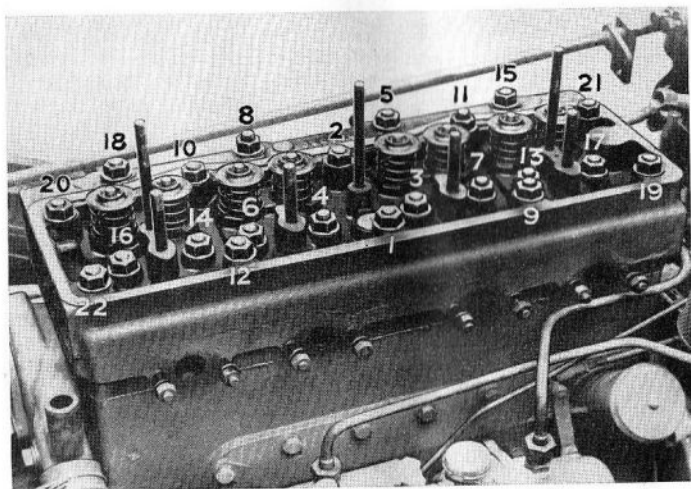

Bild 26.
3. Lossa cylinderlocksmuttrarna, i början försiktigt och gradvis, i den ordning som framgår av bild 26. Avtag därefter cylinderlocket och cylinderlockspackningen.
3. Montera cylinderlocket och låsbrickorna. Drag till muttrarna växelvis i den ordning som framgår av bild 26.